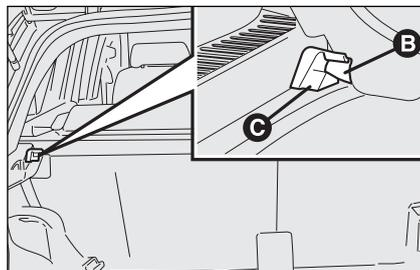

fig. 102
- liberare i perni **B**-fig. 102 del ripiano dalle proprie sedi **C** ed estrarlo.